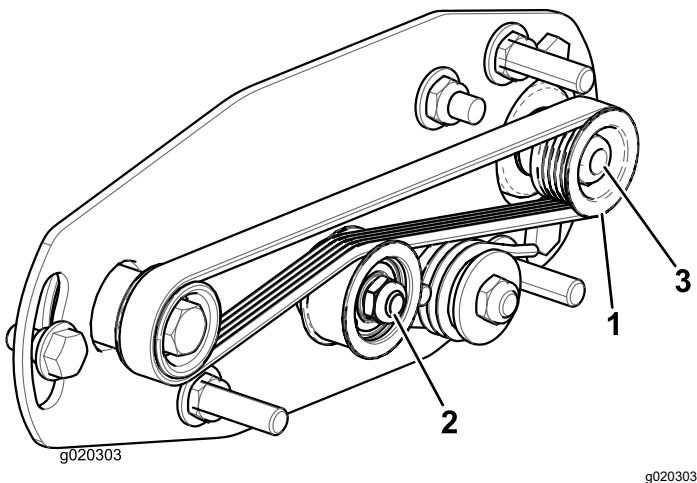
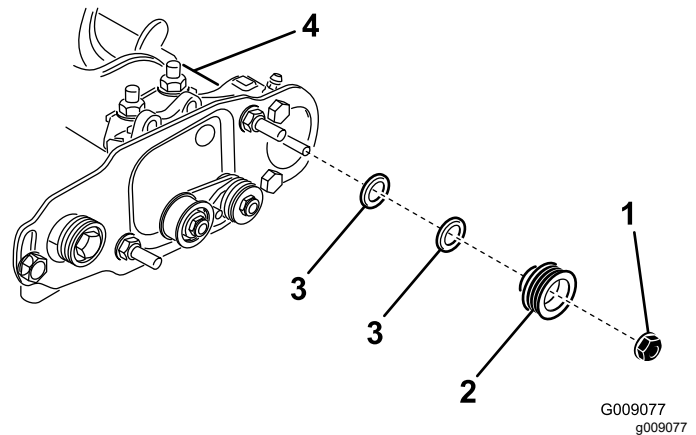

Bild 23
Bild 24
1. Die Antriebsriemenscheibe (an der Rollenbürstenwelle) kann nach innen und außen bewegt werden (Bild 23).
2. Drehen Sie die Spindel, die die Antriebsscheibe dreht, und drücken Sie gleichzeitig den Riemen von der Antriebsscheibe (Bild 23).
3. Entfernen Sie die Sicherungsmutter, mit der die Antriebsriemenscheibe an der Bürstenwelle befestigt ist (Bild 23 oder Bild 24).
4. Nehmen Sie die Antriebsriemenscheibe von der Welle (Bild 24).
5. Wenn die Scheibe nach außen bewegt werden muss, legen Sie eine 0,8 mm dicke Scheibe auf (Bild 24).